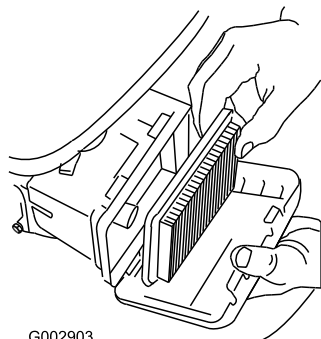

Figura 37
3. Rimuovete il filtro (Figura 37).